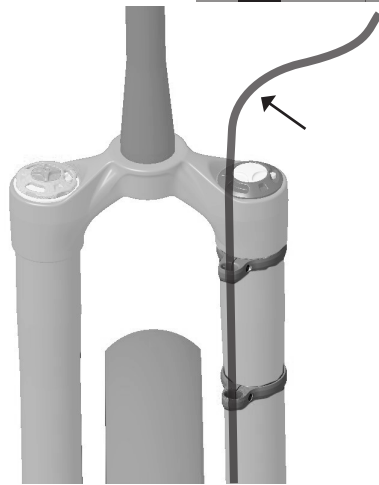
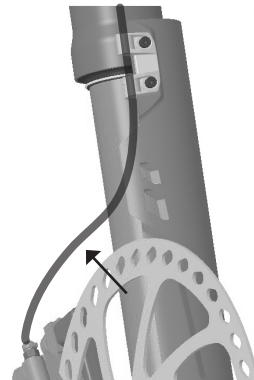

Figura 8: Comprimento suficiente do tubo do travão acima da guia superior do tubo do travão
Figura 9: Arco do tubo do travão e folga sobre o rotor
5. Verifique se o comprimento do tubo do travão dianteiro é suficiente acima da guia superior do tubo do travão até à alavanca do travão (Figura 8). Verifique se existe um arco suave no tubo do travão entre a braçadeira do tubo do travão e a pinça do travão (Figura 9). Todas as secções do tubo do travão devem ter um circuito livre durante a compressão do garfo.